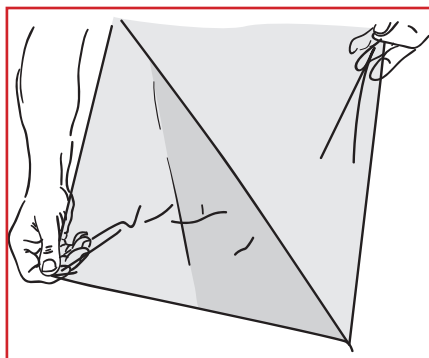

Figure 02
- Séparer délicatement le liner du CARPROTECT. (FIG. 02)